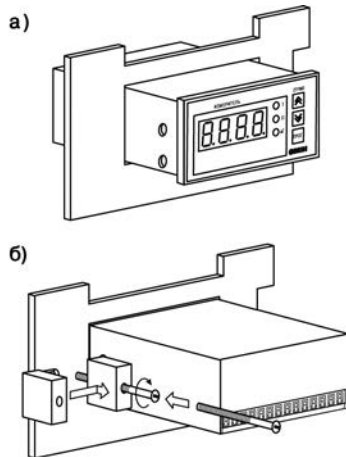

Рис. 5.2. Монтаж прибора щитового крепления
3. Вставить прибор в специально подготовленное отверстие на лицевой панели щита (см. Приложение А и рисунок 5.2, а).
4. Вставить фиксаторы из комплекта поставки в отверстия на боковых стенках прибора (рисунок 5.2, б).